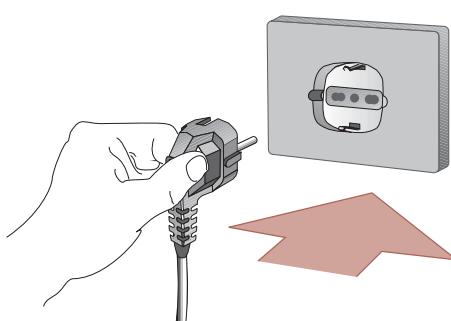

Fig. 2
⑥ Attendere circa un'ora, prima di collegare la spina alla rete (Fig. 2).
⑥ Wait approx. 1 hour before connecting to the mains (Fig. 2).
- 6 Etwa eine Stunde abwarten, bevor der Netzstecker an die Steckdose angeschlossen wird (Abb. 2).
- 6 Attendre environ une heure avant de brancher la fiche au réseau d'alimentation électrique (Fig. 2).
- 6 Esperar aproximadamente una hora antes de conectar el enchufe a la red (Fig. 2).
- 6 Espere cerca de uma hora antes de ligar a ficha na tomada da corrente eléctrica (Fig. 2).